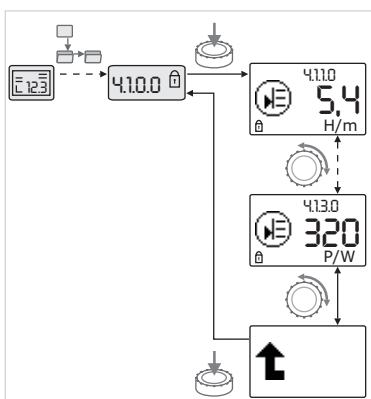

Fig. 44: Hämtning av information
- Välj menyelement av typen "Information" för aktuell undermeny genom att vrida på den röda knappen (se fig. 44). För en förklaring av inställningarna med symboler, se tabellen i kapitel 8.7 "Referens menyelement" på sidan 34.